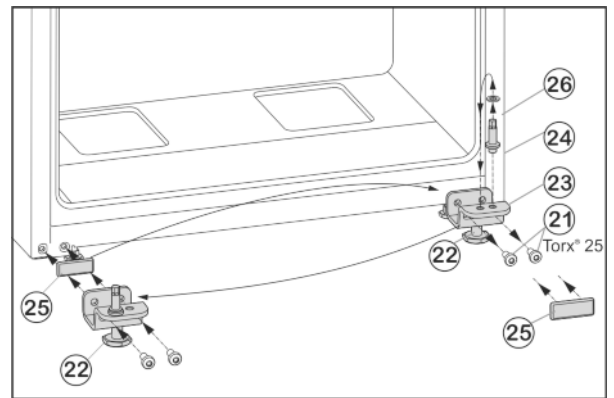

Fig. 7
- ▶ Keerake kinnituskruid Fig. 7 (21) välja.
- ▶ Võtke alumine laagripukk Fig. 7 (23) tervikuna koos laagripoldi Fig. 7 (24), seibi Fig. 7 (26) ja seadejalaga Fig. 7 (22) maha.
- ▶ Keerake laagripolt Fig. 7 (24) tervikuna koos seibiga Fig. 7 (26) välja, paigutage vastasküljel laagripuki kinnitussavasse ümber ning kruvige taas kinni.
- ▶ Võtke katteplaat Fig. 7 (25) ettevaatlikult maha ja paigutage vastasküljele ümber.
- ▶ Kruvige alumine laagripukk Fig. 7 (23) tervikuna koos laagripoldi Fig. 7 (24), seibi Fig. 7 (26) ja seadejalaga Fig. 7 (22) akutrelli kasutades uuel šarniiriküljel taas tugevasti (4 Nm) külge.
- ▶ Asetage alumine uks ülaltpoolt laagripoldile Fig. 7 (24).
- ▶ Keerake seadejalga Fig. 7 (22) alumisest laagritoest Fig. 7 (23) välja, kuni ta toetub vastu põrandat.